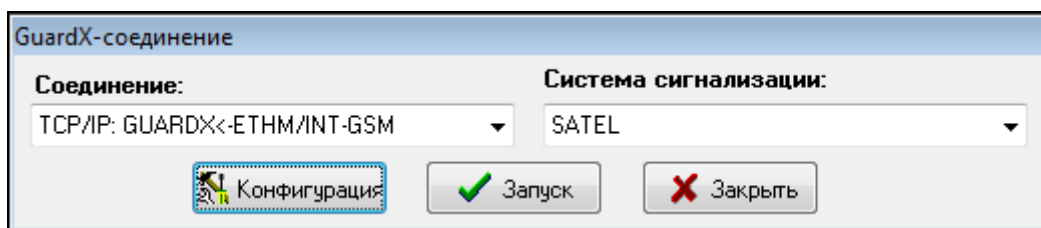

Рис. 20. Программа GUARDX: Стартовое окно.
Настройки, касающиеся связи с системой охранной сигнализации, можно задать в стартовом окне программы GUARDX (рис. 20), нажав кнопку «Конфигурация».
1. В стартовом окне (рис. 20), в поле «Соединение», выберите «TCP/IP: GUARDX<-ETHM/INT-GSM», затем щелкните по кнопке «Пуск». Отобразится окно с информацией о том, что программа ожидает установки соединения.
1. В стартовом окне (рис. 20), в поле «Соединение» выберите «TCP/IP: GUARDX<-ETHM/INT-GSM», затем щелкните по кнопке «Пуск». Отобразится окно с информацией о том, что программа ожидает установки соединения.
1. В стартовом окне (рис. 20), в поле «Соединение», выберите «TCP/IP: сервер SATEL», затем нажмите кнопку «Пуск».